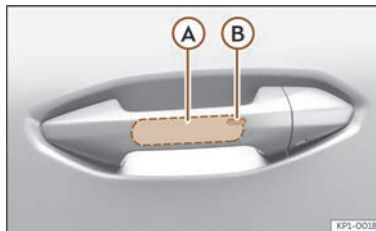

Abb. 74 Türgriff: Sensorflächen.
>>> (Abb. 74)
- Berühren Sie die auf der Außenseite des Türgriffs befindliche Sensorfläche >>> (Abb. 74)
- Berühren Sie innerhalb von 5 Sekunden einmal die auf der Außenseite des Türgriffs befindliche Sensorfläche >>> (Abb. 74) . Ergreifen Sie dabei nicht den Türgriff. Das System Keyless Access ist jetzt vorübergehend deaktiviert.